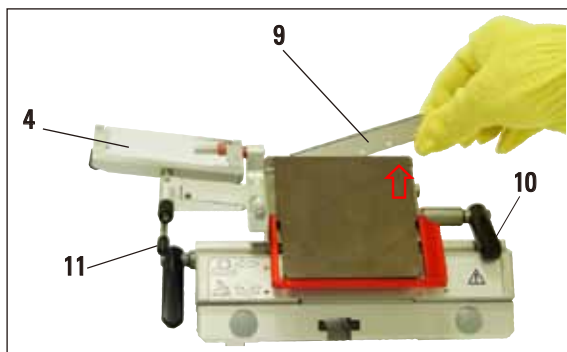

图 3
1. 将防卷系统 (4) 向左折起 — 同时握住锁杆 (11) (不是防卷系统的调节螺丝), 保持防卷系统的高度不变 (图 3)。
2. 逆时针转动并松开锁杆 (10) (图 3)。
3. 小心地从上方或从侧面将刀片 (9) 插入压板和窄刀片插件之间。确保插入刀片时刀片居中, 并与边沿齐平 (参见图 3 中的红色箭头)。